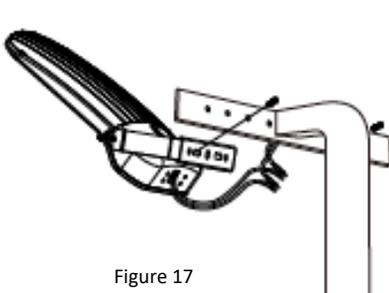

Figure 17
4. Effectuer les raccords de câbles appropriés selon le schéma de câblage et les introduire dans la boîte de jonction (figure 17).